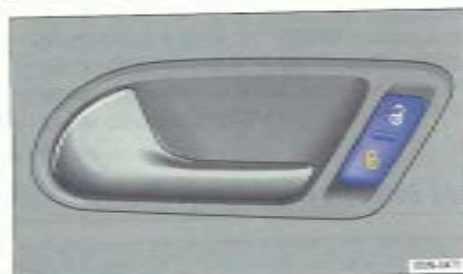

Fig. 26 Dans la porte du conducteur : touche de verrouillage centralisé.
Si vous actionnez plusieurs fois de suite et en l'espace d'un court instant les touches intégrées à la clé du véhicule → page 51 ou l'une des touches de verrouillage centralisé → fig. 26, le verrouillage centralisé se désactive pendant un
Le cas échéant, le véhicule se verrouille automatiquement à partir d'une vitesse de 15 km/h (10 mph) → page 27. Lorsque le véhicule est verrouillé, le témoin dans la touche de verrouillage centralisé s'allume → fig. 26 en jaune.
Appuyez sur la touche → fig. 26 :
- Le témoin  intégré à la touche → fig. 26 s'allume en jaune lorsque toutes les portes et le hayon sont verrouillés.
Si vous arrêtez le véhicule et retirez la clé lorsque le déverrouillage automatique est activé → page 51, ou appuyez sur la touche  → fig. 26, le véhicule se déverrouille.
Pour procéder à la **fermeture confort** de toutes les glaces électriques et du toit ouvrant panoramique à commande électrique, maintenez le doigt pendant quelques secondes sur la zone de détection intégrée à la poignée de porte du conducteur ou du passager avant → fig. 26 ② jusqu'à ce que les glaces ou le toit ouvrant coulissent/relève panoramique à commande électrique se ferment.